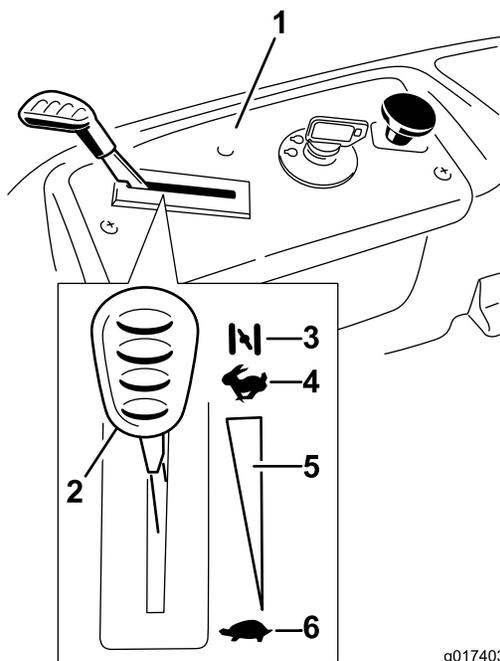

Figura 13
3. Mueva la palanca del acelerador a la posición Estárter antes de arrancar el motor si éste está frío (Figura 13).
5. Cuando el motor arranque, mueva el acelerador a la posición Rápido (Figura 13).